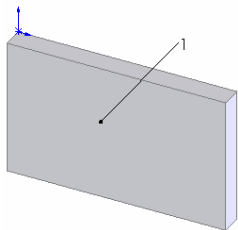

图 5-100 拉伸的图形
③ 拉伸实体。选择菜单栏中的“插入”→“凸台/基体”→“拉伸”命令，将上一步绘制的草图拉伸为“深度”为 10 的实体。结果如图 5-100 所示。
④ 设置基准面。用鼠标选择如图 5-100 所示中的表面 1，然后单击“标准视图”工具栏中的“正视于”图标，将该表面作为绘制图形的基准面。